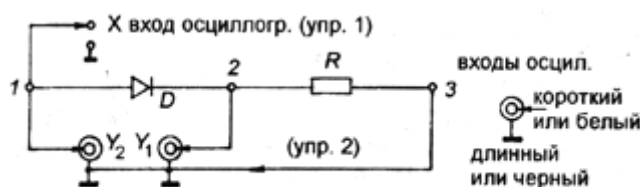

Рис. 9
1. Включить макет выпрямителя в сеть. Установить переключатель на макете в положение "Однополупериодный выпрямитель". При этом переменное напряжение от встроенного трансформатора подается в точки схемы 1-3 (см. рис.9).
3. Подать напряжение с точек 2-3 на Y-вход первого канала осциллографа, как показано на рис. 9, соблюдая порядок подсоединения длинного и короткого концов на кабеле Y_1 .